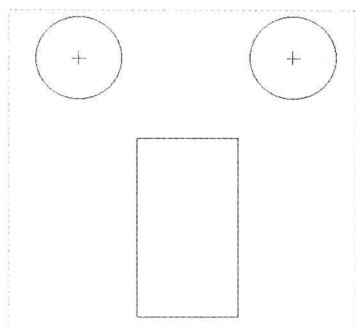

图 2-70 图形文件
Step 01 按【Ctrl+O】组合键，打开图形文件，如图 2-70 所示。